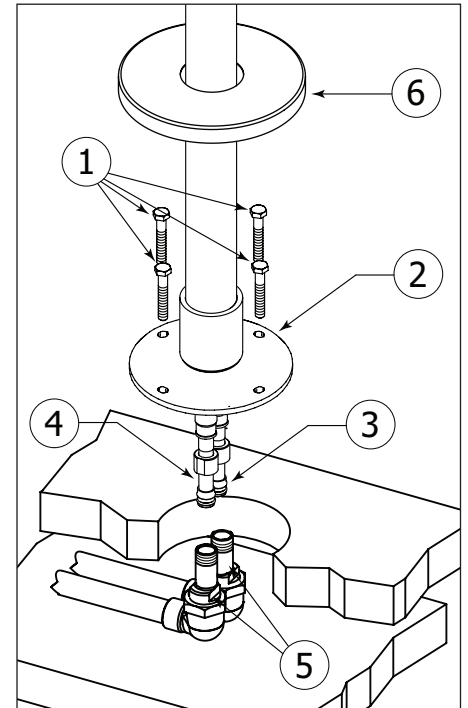

Fig.3
Separate the adaptors from the hoses by unscrewing the nut (4) (fig.3) while pulling-out at the same time (until the thread is engaged).
Referring to fig.3, install the asymmetrical hose adaptors to the supply-pipes inlets. Be aware you can also use 8mm (5/16") Allen Keys to thread the adapters in place. For a trouble-free installations bring the 2 hoses adapters as close from one another as possible.
Séparer les adaptateurs des alimentations flexibles en dévissant leurs écrous (4) (fig. 3) tout en exerçant une traction (jusqu'à ce que le pas de vis soit engagé).
Se référant à la fig.3, installer les adaptateurs asymétriques sur les arrivées d'eau chaude et froide. Vous pouvez aussi utiliser une clé Allen 8mm (5/16") pour fixer les adaptateurs en place.
Completely insert the hot and cold hose-ends (3) into the appropriate adaptors (5) and lock in place using the nut with "endless" thread (4)... turn until it becomes loose. (fig.3).
Enfoncer complètement les embouts des alimentations flexibles (3) dans les adaptateurs appropriés (5) et les sécuriser en place à l'aide des écrous au filet « sans fin » (4)... Visser jusqu'à ce que le mouvement soit libre. (fig.3).